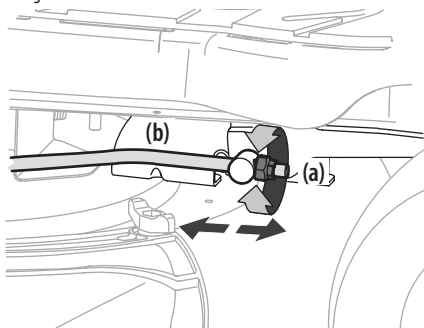

Figura 29
3. Ubique la tuerca de seguridad con brida (a) en el extremo frontal de la varilla de elevación de la PTO (b). Consulte la Figura 29.